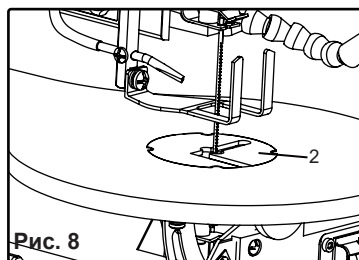

Рис. 8
2. Осторожно снимите вставку для стола (рис. 8 - 2).
5. Установите на место вставку для стола (рис. 8 - 2).